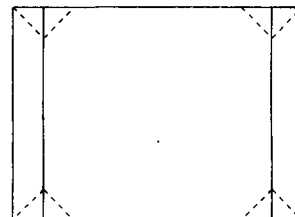

Fig. 5
- d) Ajustar E-W CORNER para obtener el mismo resultado que la Fig. 5